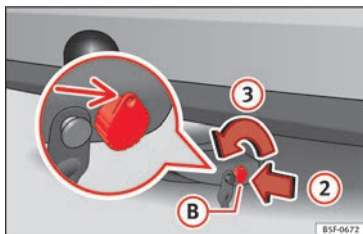

Fig. 241 Déverrouiller la serrure
- Introduisez la clé (B) dans la serrure dans le sens de la flèche (2) » fig. 241.
- Tournez la clé dans le sens de la flèche (3) de manière à ce que la partie trouée de la clé soit visible vers le haut.